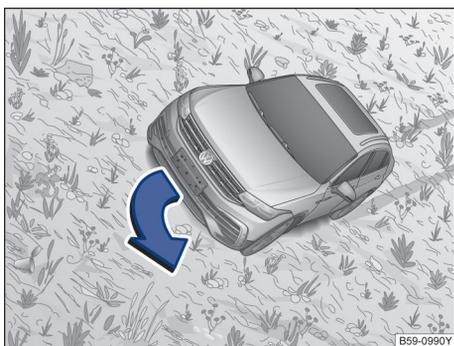

图 117 朝倾斜线转向
如果汽车有翻倒趋势，应立即向“倾斜方向”转向并略微踩下油门踏板 → 图 117。如果无法向倾斜线方向转向，则转向上坡方向并略微踩下油门踏板。
- 在斜坡上倾斜行驶之前，确保能够向倾斜线方向转向。如果无法做到，则选择另一条路线。如果汽车有翻倒趋势，应立即向倾斜线方向转向并略微踩下油门踏板 → 图 117。